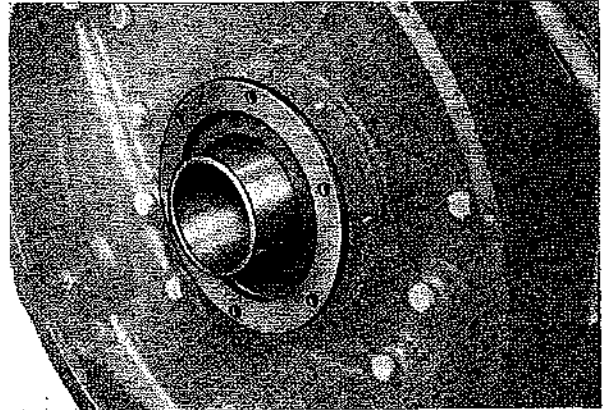

Fig. 87
- Interporre la guarnizione e montare il coperchio completo d'anello di tenuta utilizzando un cono di protezione simile a Fig. 87.